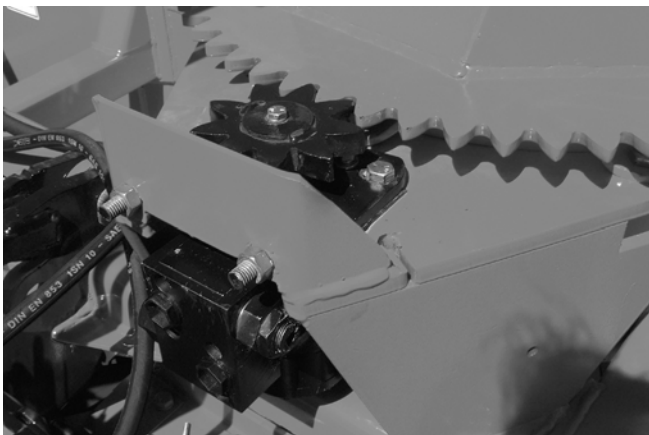

Figure 26
- 3) Installer le moteur et la roue d'engrenage à 9 dents. La roue d'engrenage à 9 dents est légèrement plus épaisse que l'autre. La placer de façon à ce que l'excédent d'épaisseur soit réparti également au-dessus et au-dessous de la roue d'engrenage à 55 dents (Fig. 26).